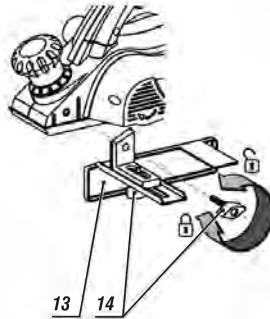

fig 1. – ajuste de la guía lateral
Para instalar la guía lateral (13) encaje la guía en el canal lateral y fijela con el tornillo (14), conforme la fig. 1.